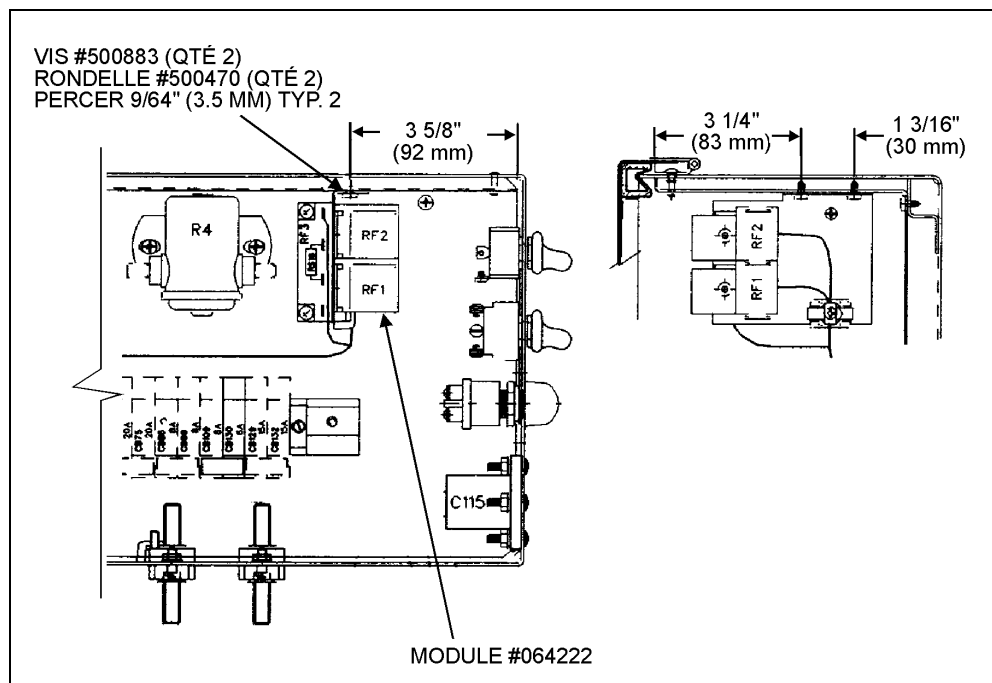

FIGURE 4
- Mettre le module de contrôle pour l'embrayage du ventilateur #064222 en place tel qu'illustré à la figure 4, puis marquer la position de deux trous à percer.